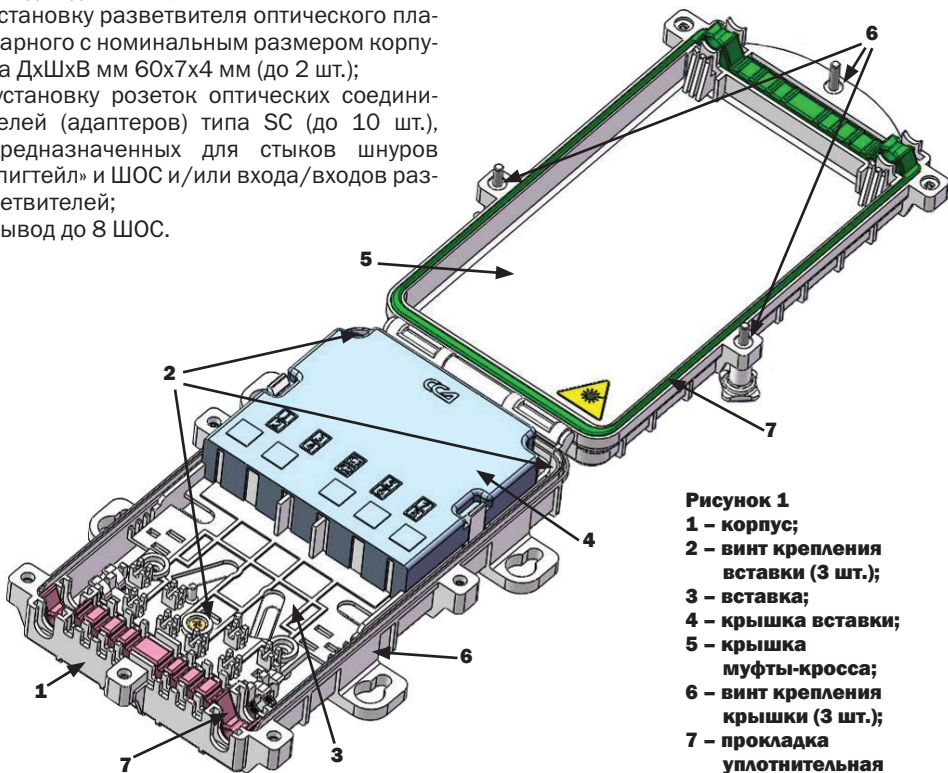

Рисунок 1
1.3 Монтаж ОК осуществляется на вставке (рисунок 1, позиция 3), вне муфты в удобном для работе месте (на столе). Извлечь вставку из корпуса, открутив 3 крепежных винта (рисунок 1, позиция 2), снять со вставки крышку. Разместить вставку на ровной, горизонтальной поверхности.